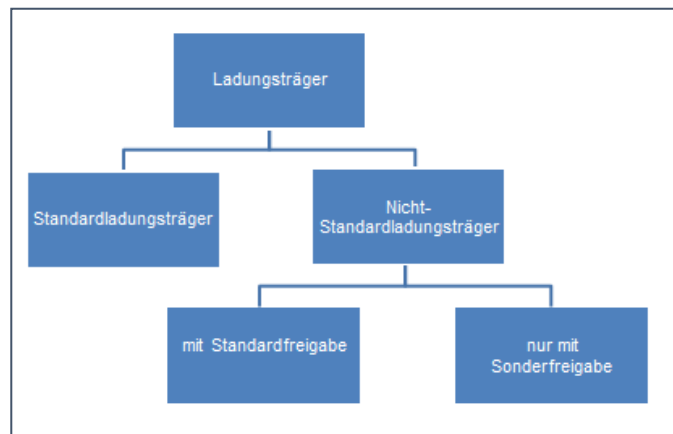

Abbildung 4: Einteilung der Ladungsträger
- Ladungsträger ist mind. von einer Quer- und Längsseite mit dem Gabelstapler aufzunehmen sein (siehe Abbildung 4), hierzu ist der Unterbau des Ladungsträgers mit mind. einer Höhe von 150 mm zu versehen